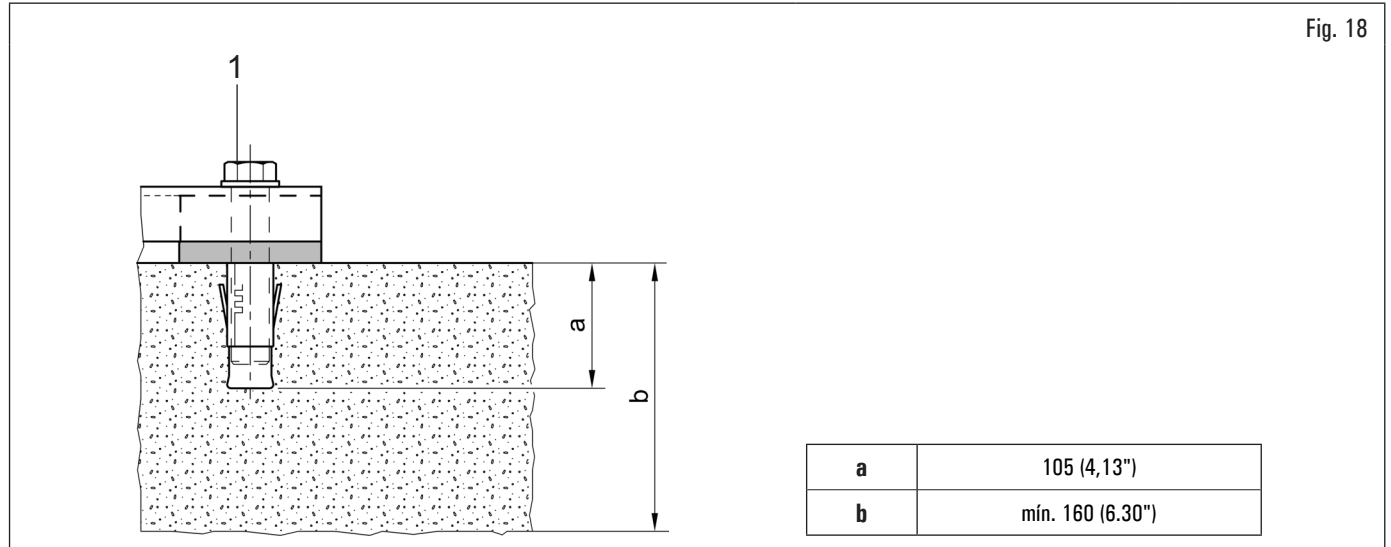

Fig. 18
El equipo embalado se fija al palet de soporte por medio de orificios en el bastidor e indicados en Fig. 18. Tales perforaciones también deben utilizarse para la fijación al suelo, utilizando anclajes adecuados para hormigón (no incluidos). Antes de fijar al hormigón, compruebe que todos los puntos de anclaje estén nivelados, nivelados y en contacto con el suelo. En el caso contrario, colocar un espesor entre el equipo y el piso, como se muestra en la Fig. 18.
- Para la fijación del equipo al suelo, utilice pernos y pasadores (Fig. 18 ref. 1) con vástago roscado M8 (UNC 5/16) adecuado al suelo sobre el que se fijará la desmontadora de neumáticos y en número igual al número de orificios de montaje en el bastidor inferior;